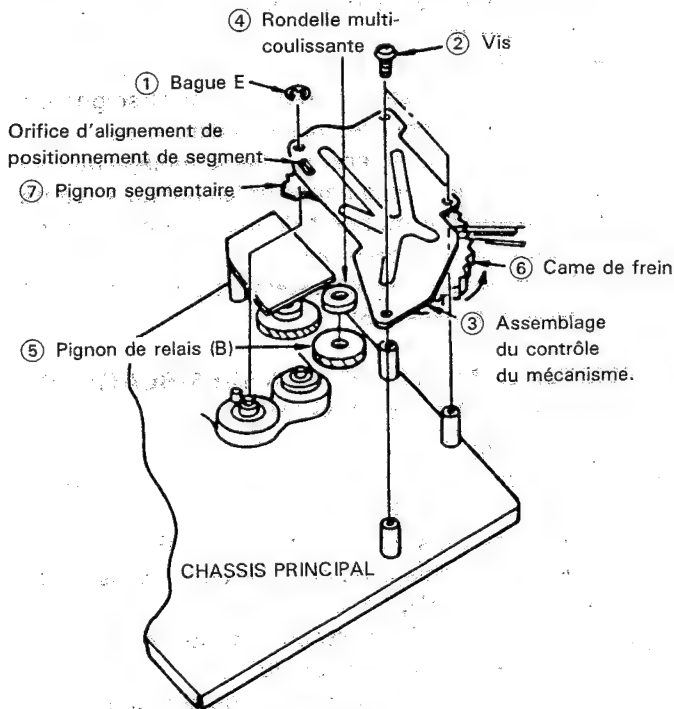

Figure 1-24.
• Dépose (Fig. 1-24)
2. Enlever la bague E ①.
3. Enlever les trois vis ② (LX-HZ3027GEFD).
4. Retirer l'assemblage du contrôle du mécanisme ③.
• Mise en place (Fig. 1-24)
1. Enlever la rondelle multi-coulissante ④.
2. Enlever le pignon de relais (B) ⑤.
3. Ajuster la position de l'assemblage permutateur (A) ⑪ de sorte que le trou d'alignement A du châssis coïncide avec les trous d'alignement de l'assemblage permutateur et du levier d'entraînement de frein ⑬ (enlever le ressort de frein principal ⑬ pour faciliter la mise en place).
4. Enlever le ressort du bras de tension et tourner à fond les pignons de charge (A) ⑧ et (B) ⑩ dans la direction indiquée par la flèche B, pour mettre le mécanisme en mode de déchargement.
5. Enlever le ressort de la tête d'effacement total ②⑨ (voir page 3).
6. Tourner la came de frein ⑥ de l'assemblage du contrôle du mécanisme dans la direction par la flèche, jusqu'à ce que le trou d'alignement G du pignon segmentaire se trouve au centre du trou d'alignement segmentaire pour l'angle auxiliaire.
7. Fixer l'assemblage du contrôle du mécanisme ③ au châssis principal. Cela peut se faire aisément si l'assemblage permutateur (A) ⑪ est déplacé à droite et à gauche.
8. Serrer les trois vis ②.
9. Placer la bague E ① dessus.